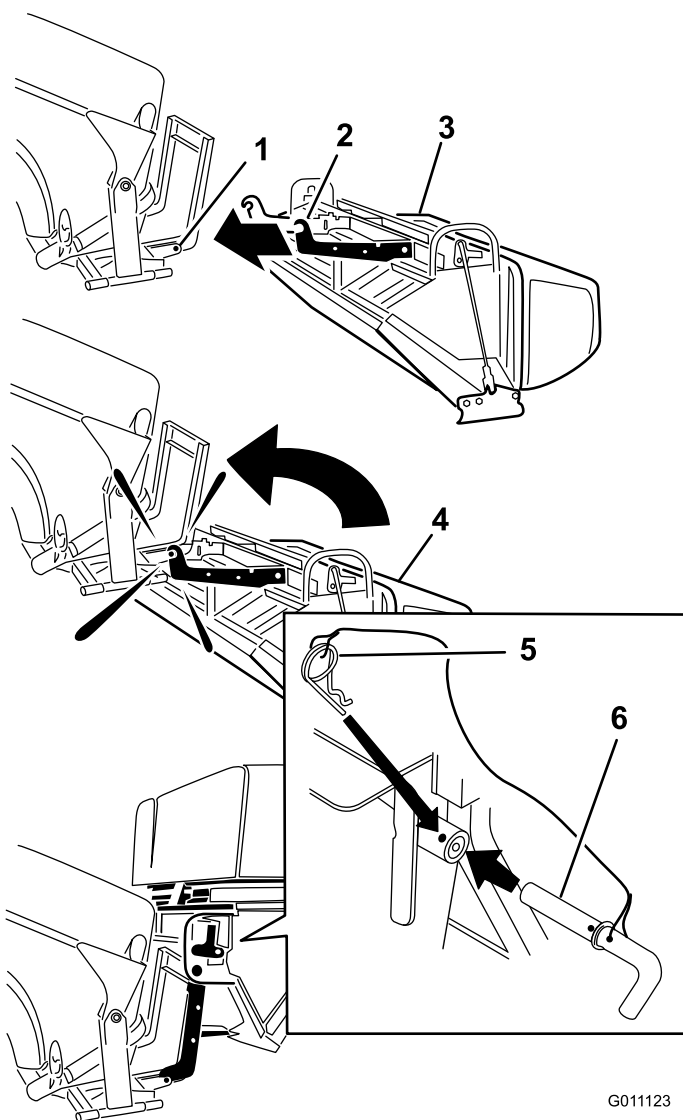

Figura 11
1. Coloque o depósito de recolha de relva na parte posterior (Figura 11).
2. Deslize os ganchos para o suporte de montagem inferior (Figura 11).
4. Alinhe o orifício no depósito de recolha de relva com o suporte de montagem superior (Figura 11).
5. Instale o pino e prenda-o com o contrapino em ambos os lados (Figura 11).